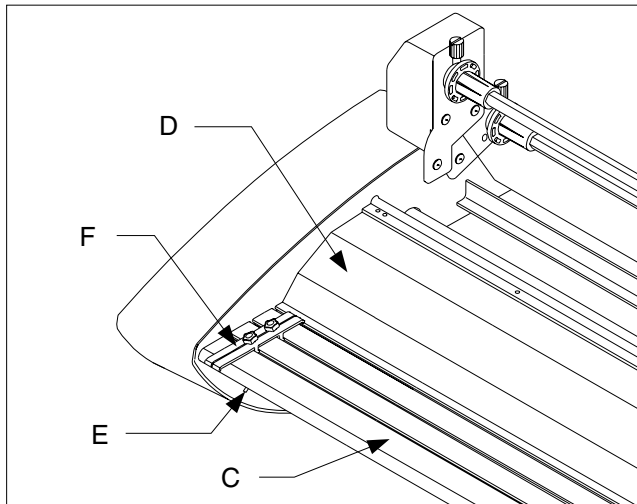

Fig. 3
C. FEED TABLE: The Feed Table, Figure 3, is used to position items for lamination. **The laminator will operate only when the Feed Table and Feed Table Latch are properly installed.**
E. TABLE INTERLOCK LATCH: Used to lock the Feed Table into position and activate an interlock switch. The interlock latch is located on the left underside of the Feed Table, (Figure 3). The table cannot be removed without retracting the latch to the right while lifting the table upwards and away from the laminator. **The laminator will not operate when the table is removed and/or the interlock latch is retracted.**
F. FEED GUIDE: The Feed Guide, Figure 3, permits alignment of the item(s) to be laminated. To position the adjustable guide, loosen the knob on the top of the guide, slide it to the desired position and tighten the knob to secure the Feed Guide in place. The Feed Guide is used to keep longer items straight. The Feed Guide may also be used to feed smaller items side by side by positioning the guide towards the center of the Feed Table and placing smaller items against each side of the Feed Guide as they are being introduced into the nip point of the heat rollers.
C. ANLEGETISCH: Auf dem Anlegetisch, Abb. 3, werden die zu laminierenden Artikel gelagert. **Das Laminiergerät funktioniert nur, wenn der Tisch und die entsprechende Verriegelung ordnungsgemäß installiert sind.**
E. TISCHVERRIEGELUNG: Damit wird die Position des Anlegetisches gesichert und ein Verriegelungsschalter aktiviert. Der Riegel befindet sich links auf der Unterseite des Tisches (Abb. 3). Der Tisch kann nicht entfernt werden, ohne dass vorher der Riegel nach rechts geschoben und der Tisch gleichzeitig angehoben und vom Laminiergerät weggezogen wird. **Wenn der Tisch entfernt wird und/oder der Riegel sich in zurückgezogener Stellung befindet, ist das Laminiergerät nicht betriebsbereit.**
F. ZUFUHRHILFE: (Abb. 3) Damit werden der oder die zu laminierenden Artikel ausgerichtet. Die Zufuhrhilfe ist verstellbar: Den Knopf auf der Oberseite lösen, in die gewünschte Stellung schieben, den Knopf zur Sicherung wieder anziehen. Die Zufuhrhilfe dient dazu, längere Artikel gerade zu halten. Sie kann auch dazu verwendet werden, kleinere Artikel nebeneinander einzuführen. Dazu wird die Zufuhrhilfe in die Mitte des Anlegetisches gestellt und kleinere Artikel an beide Seiten der Zufuhrhilfe angelegt, von wo sie zum Berührungspunkt mit den Heißwalzen geführt werden.
C. INVOERTAFEL: De invoertafel (zie afb. 3) wordt gebruikt om documenten in de juiste positie te brengen voor laminatie. **De laminator werkt alleen als de invoertafel en de vergrendeling ervan correct zijn geïnstalleerd.**
E. TAFELVERGREDELING: Deze wordt gebruikt om de invoertafel in de juiste positie vast te zetten en een vergrendelingsschakelaar te activeren. De vergrendeling bevindt zich aan de linkeronderzijde van de invoertafel, zie afb. 3. De tafel kan alleen worden verplaatst door de vergrendeling naar rechts te trekken en gelijktijdig de tafel op te tillen, weg van de laminator. **De laminator werkt niet als de tafel wordt verwijderd en/of ontgrendeld.**
F. INVOERGELEIDER: Met behulp van de invoergeleider, zie afb. 3, kan het te lamineren document precies worden gecentreerd. Om de afstelbare geleider in de juiste positie te plaatsen, draait u de knop bovenop de geleider los, schuift u hem in de gewenste positie en draait u de knop weer aan zodat de invoergeleider zich op zijn plaats bevindt. De invoergeleider wordt gebruikt om langere documenten recht te houden. De invoergeleider kan ook worden gebruikt om kleinere documenten naast elkaar in te voeren; plaats daartoe de geleider in het midden van de invoertafel en plaats de kleinere documenten tegen de zijkanen van de geleider bij het invoeren tussen de grijpzone van de warmerollers.
C. TABLE D'ALIMENTATION: la table d'alimentation (Figure 3) est utilisée pour positionner les documents à plastifier. **La plastifieuse ne peut fonctionner que si la table d'alimentation est correctement positionnée et verrouillée.**
E. VERROUILLAGE DE LA TABLE D'ALIMENTATION: permet de bloquer la table d'alimentation; le verrouillage est situé sous la table d'alimentation (Figure 3). Pour retirer la table, soulevez-la en tirant le loquet vers la droite. **La plastifieuse ne peut fonctionner que si la table d'alimentation est correctement positionnée et verrouillée.**
F. GUIDE DE POSITIONNEMENT: ce guide (Figure 3) permet d'aligner les documents à plastifier. Pour régler le guide, desserrez le bouton-vis du guide, faites glisser le guide jusqu'à la position désirée et resserrez le bouton-vis pour maintenir le guide en position. Ce guide est utilisé pour maintenir les documents bien alignés. Il peut être également utilisé pour positionner de petits documents côte à côte: placez alors le guide au centre de la table d'alimentation et alignez les documents de chaque côté du guide pour qu'ils soient entraînés par les rouleaux chauffants.